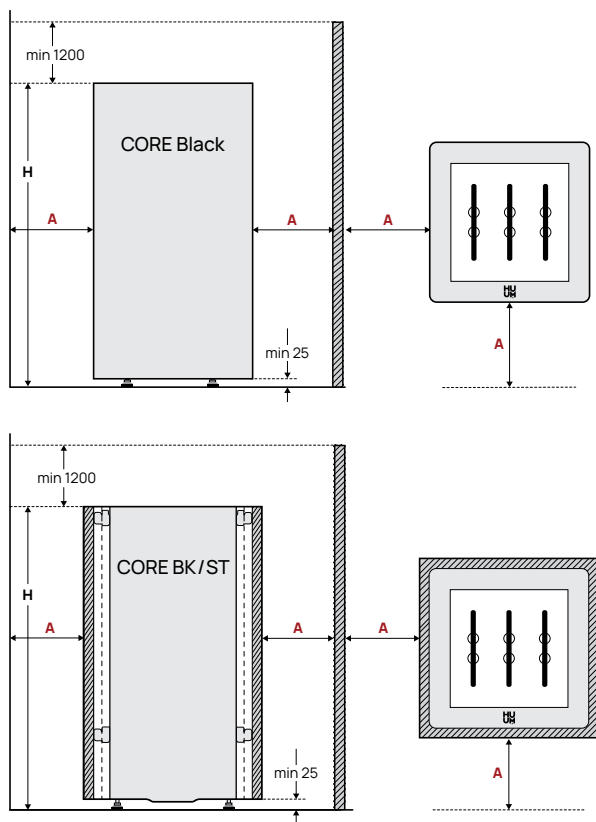

Figure 1. Installation du poêle
- Les distances de sécurité minimales, sont-elles assurées là où le poêle électrique est installé ? (Les distances minimales de sécurité jusqu'aux murs et plafond de salle de sauna, à respecter lors du montage du poêle électrique, sont indiquées dans le **Tableau 1** et sur la **Figure 1.**)